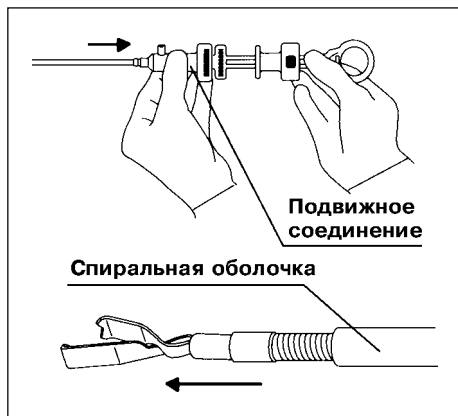

Рис. 3.15.
1. Убедитесь, что подвижное соединение трубчатой оболочки свободно и плавно перемещается в проксимальном направлении до срабатывания запирающего механизма, а клипс при этом выдвигается из отверстия на дистальном конце спиральной (проволочной) оболочки (см. рис. 3.15).